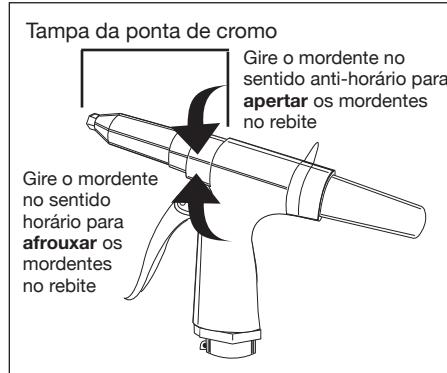

Figura 2
- Segure a pistola de rebites com a tampa da ponta voltada na direção contrária a você. Remova a tampa da ponta de cromo (consulte a Figura 2).
- Gire o mordente no sentido anti-horário, apertando os mordentes no rebite. Gire no sentido horário para afrouxar os mordentes no rebite (consulte a figura 2).